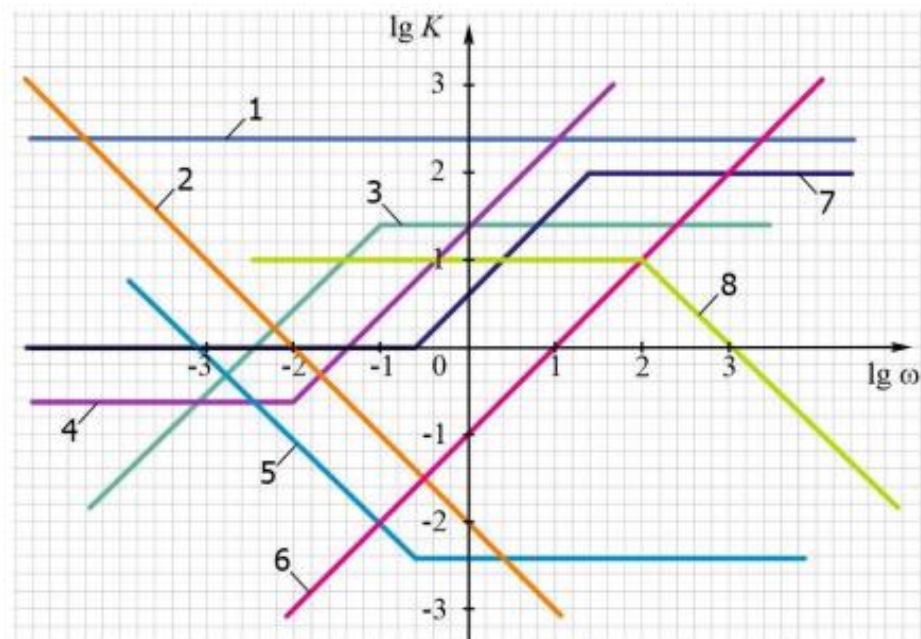

Рисунок 1 – Типовое расчетно-графическое задание
1. Выполните построение аппроксимированной ЛАЧХ для последовательного соединения звеньев 1 и 5 (рисунок 1). Определите значение амплитуды выходного сигнала системы при частоте входного гармонического сигнала 10 рад/с (принять амплитудное значение входного сигнала, равным единице). Ответ округлить до десятых.
2. Выполните построение аппроксимированной ЛАЧХ для последовательного соединения звеньев 2 и 8 (рисунок 1). Определите значение амплитуды выходного сигнала системы при частоте входного гармонического сигнала 100 рад/с (принять амплитудное значение входного сигнала, равным единице). Ответ округлить до десятых.
3. Выполните построение аппроксимированных ЛАЧХ для последовательного соединения звеньев 1 и 7 (рисунок 1). Определите значение амплитуды выходного сигнала системы при частоте входного гармонического сигнала 1 рад/с (принять амплитудное значение входного сигнала, равным единице). Ответ округлить до десятых.
4. Выполните построение аппроксимированной ЛАЧХ для согласно-параллельного соединения звеньев 2, 4 и 5 (рисунок 1). Определите значение амплитуды выходного сигнала системы при частоте входного гармонического сигнала 10 рад/с (принять амплитудное значение входного сигнала, равным единице). Ответ округлить до десятых.
5. Выполните построение аппроксимированной ЛАЧХ для согласно-параллельного соединения звеньев 1, 3 и 8 (рисунок 1). Определите значение амплитуды выходного сигнала системы при частоте входного гармонического сигнала 100 рад/с (принять амплитудное значение входного сигнала, равным единице). Ответ округлить до десятых.
6. Выполните построение аппроксимированной ЛАЧХ для согласно-параллельного соединения звеньев 2, 7 и 8 (рисунок 1). Определите значение амплитуды выходного сигнала системы при частоте входного гармонического сигнала 1 рад/с (принять амплитудное значение входного сигнала, равным единице). Ответ округлить до десятых.
7. Выполните построение аппроксимированной ЛАЧХ для встречно-параллельного соединения звеньев 1, 2 и 3 (рисунок 1). Определите значение амплитуды выходного сигнала системы при частоте входного гармонического сигнала 1 рад/с (принять амплитудное значение входного сигнала, равным единице). Ответ округлить до десятых.
8. Выполните построение аппроксимированной ЛАЧХ для встречно-параллельного соединения звеньев 4, 5 и 6 (рисунок 1). Определите значение амплитуды выходного сигнала системы при частоте входного гармонического сигнала 10 рад/с (принять амплитудное значение входного сигнала, равным единице). Ответ округлить до десятых.
9. Выполните построение аппроксимированной ЛАЧХ для встречно-параллельного соединения звеньев 6, 7 и 8 (рисунок 1). Определите значение амплитуды выходного сигнала системы при частоте входного гармонического сигнала 100 рад/с (принять амплитудное значение входного сигнала, равным единице). Ответ округлить до десятых.